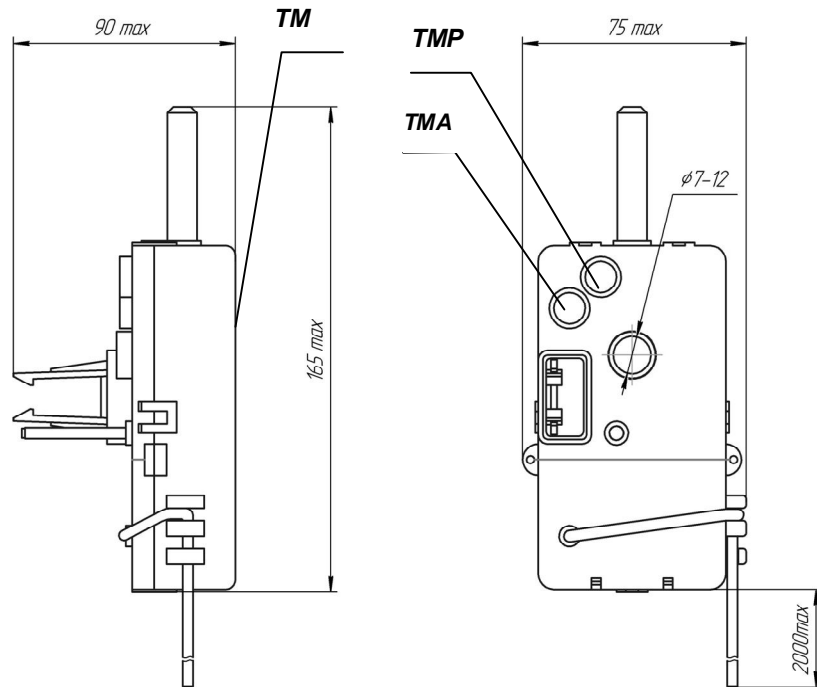

Рисунок 1 - Габаритные, установочные размеры и расположение индикаторов счетчиков
- мигание индикатора ТМ счетчика (см. рисунок 1) с частотой 1 раз в секунду;